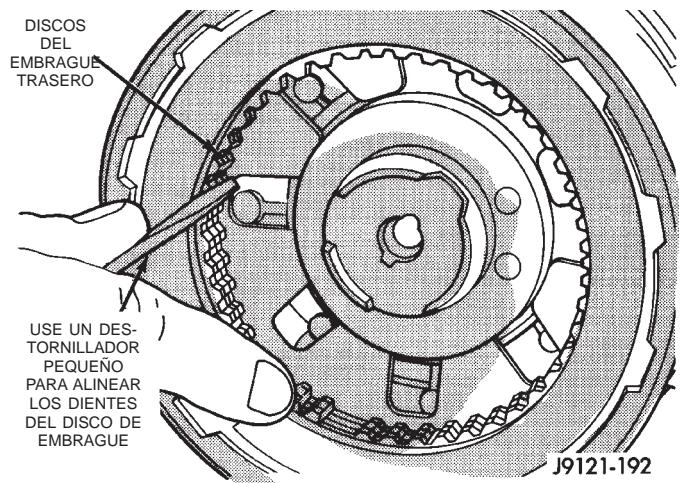

Fig. 105 Alineación de las orejetas del disco de embrague trasero
(32) Alinee los dientes impulsores en los discos de embrague traseros con un destornillador pequeño (Fig. 105). Esto facilitará la instalación en el planetario delantero.